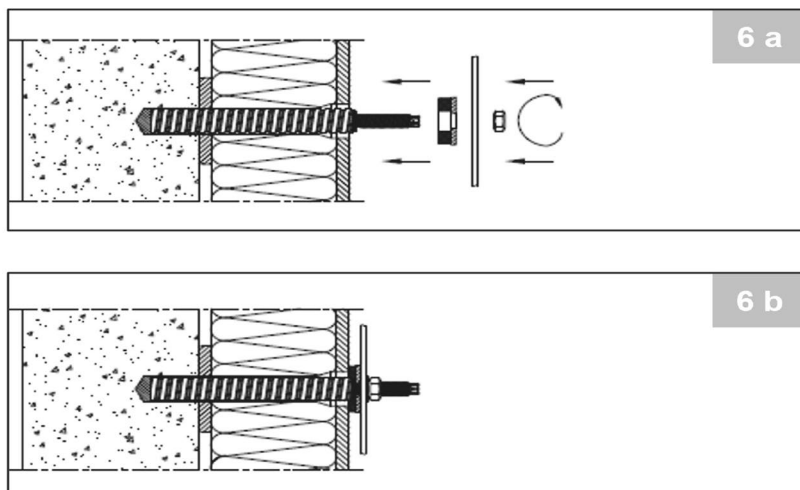

figura 6a, 6b: fase de aplicación StoFix Iso-Bar
- 3. Insertar el componente y asegurarlo con arandelas planas y tuercas, véase la figura 6a, 6b.